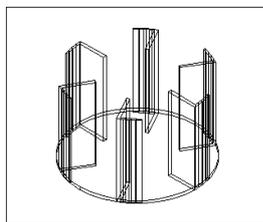

图 18-7
(1) 作圆柱体。单击  按钮或者在命令行直接输入 cylinder, 以原点为底面中心, 作半径为 55、高度为 2.5 的圆柱, 结果如图 18-7 所示。